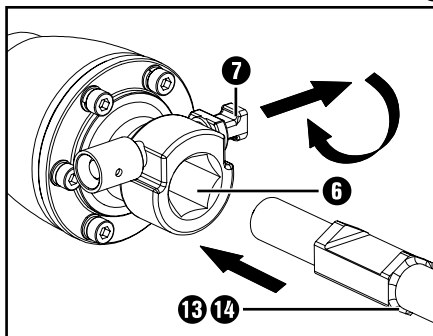

Fig. 2
- ♦ Placez le burin **13** / **14** avec la fraisure en direction du boulon de verrouillage **7**. (Voir fig. 2)